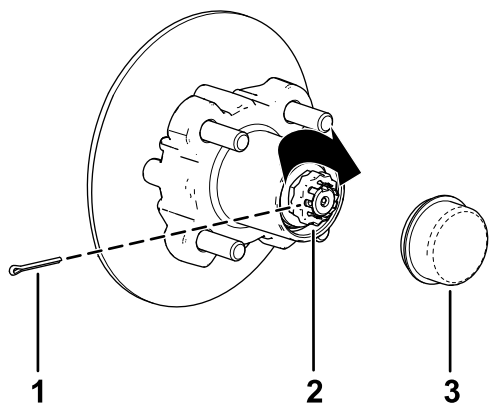

图 34
8. 将卡环安装到螺母上检查卡环内的槽与主轴上开口销孔的对齐情况图 34。
9. 安装开口销并扳弯卡环周边的各个腿图 34。
10. 将防尘盖安装到轮毂上图 34。